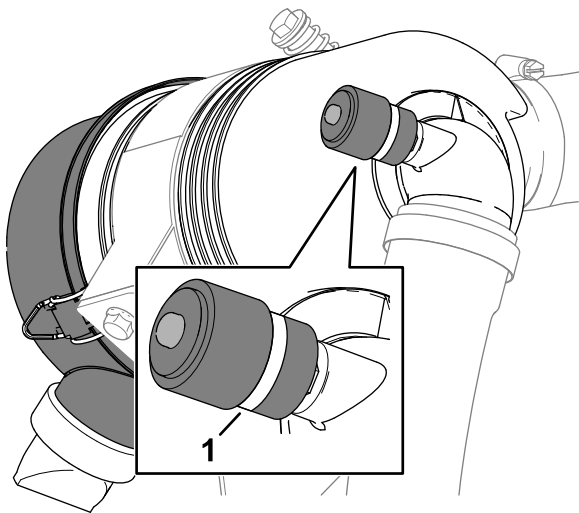

Bild 113
3. Überprüfen Sie die Wartungsanzeige am Ende des Luftfiltergehäuses (Bild 113).